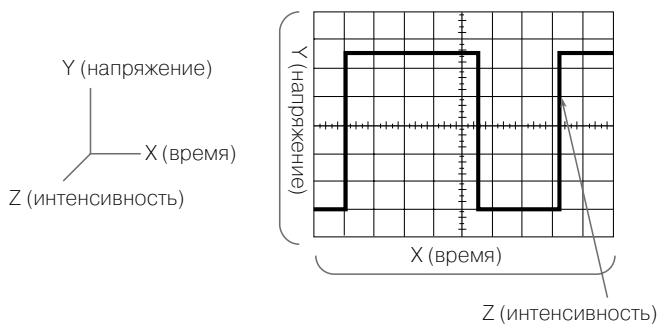
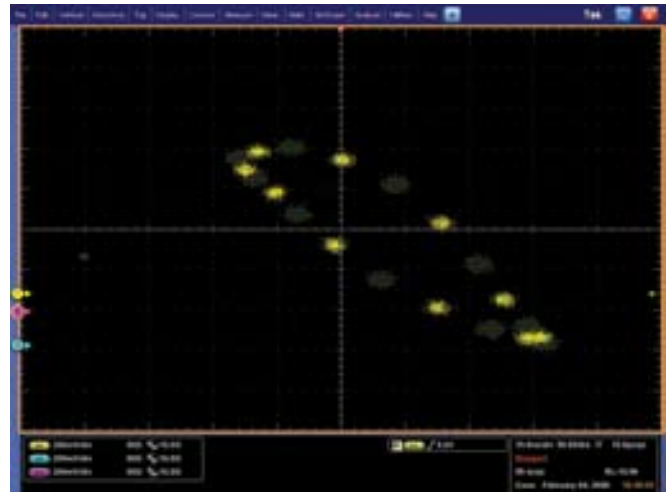

Рис. 2. Компоненты X, Y и Z отображаемого сигнала.
Рис. 3. Два шаблона отстройки частоты с градациями яркости (ось Z).
Осциллограф – прибор, отображающий получаемую информацию в графическом виде, т.е. он попросту рисует диаграмму электрического сигнала. В большинстве приложений, диаграмма отражает изменения сигнала во времени: вертикальная ось (Y) представляет значения напряжения, а горизонтальная ось (X) – время. Интенсивность или яркость выведенной на экран прибора картинки иногда называется осью Z (см. рис. 2). В осциллографах с цифровым люминофором (серия DPO) ось Z представлена градациями цвета (см. рис. 3).